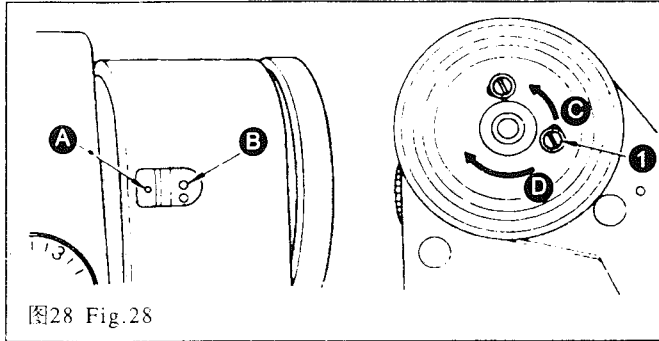
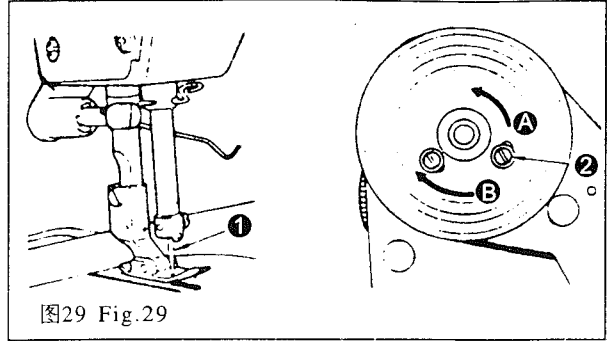

图28 Fig.28
图29 Fig.29
22. 停针位置的调整(图28、图29)
22. ADJUSTING THE NEEDLE STOP POSITION (Fig.28, Fig.29)